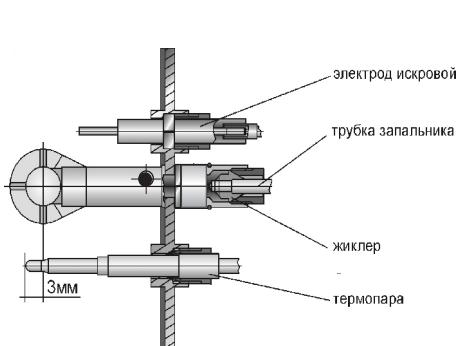

**Рис. 2. Установка конвектора**
**6.3.1.** В наружной стене здания согласно рис.2 пробить горизонтальный канал диаметром 230 мм. С целью обеспечения возможности обслуживания дымовоздушного блока в процессе эксплуатации конвектора, рекомендуется разместить канал в непосредственной близости от окна, но с учетом действующих ограничений (см. табл. 3). При этом необходимо учитывать, что для обеспечения установки и снятия конвектора, а также для снятия и установки газогорелочного устройства перед фронтом конвектора на расстоянии не менее 580 мм от стены и на расстоянии не менее 750 мм от оси канала в направлении автоматики безопасности не должно быть никаких строительных элементов или стационарно установленного оборудования.
**6.3.2.** Установить патрубок воздуховода 2 (рис. 2) на оси канала горизонтально так, чтобы торец выступал над внутренней плоскостью стены на 25 мм и зафиксировать патрубок деревянными клиньями, во избежание его деформации.
**6.3.3.** Установить газоход наружный 4 (рис.2) заподлицо с внешней плоскостью стены горизонтально по оси канала, совместив при этом вставку 3 и воздуховод 2. (разрывы в соединениях не допускаются), и зафиксировать деревянными клиньями.
**6.3.6.** Зафиксировать на стене шпильки крепления конвектора (рис.2).
**6.3.8.** Установить конвектор проушинами 5 (рис.2) на шпильки крепления 6 (рис.2), соединив при этом патрубок дымохода с фиксированным патрубком газохода наружного. Патрубок воздуховода 2 (рис.2) разместить в кольцевом пазе конвектора на прокладку (базальтовый шнур). Выставить вертикально конвектор и закрепить его гайками п.6, обеспечивая при этом плотный и герметичный прижим конвектора к воздуховоду. Установить прижимы и закрепить ими воздуховод в пазе конвектора.